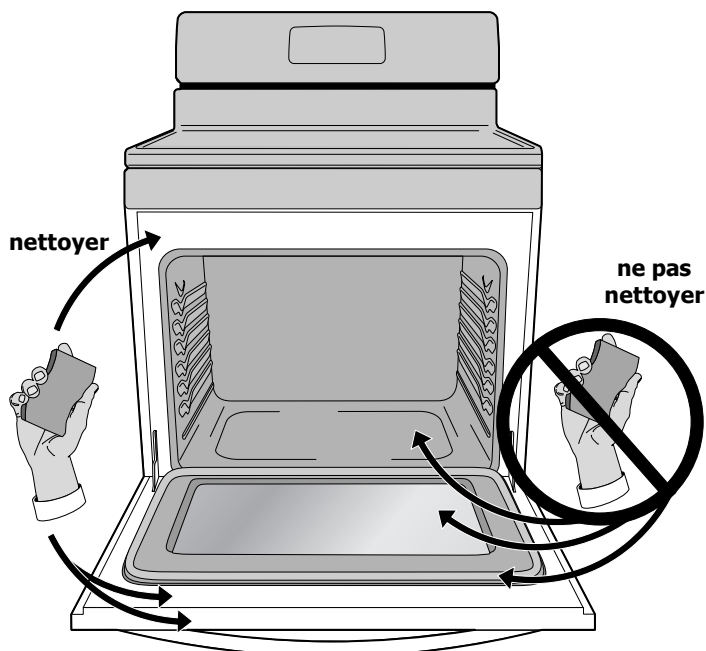

Fig. 1
- Nettoyez toute saleté sur le cadre extérieur de la cuisinière, le revêtement de la porte autour du joint et la petite surface située au centre, vers l'avant, sur la sole du four. Nettoyez à l'eau et au savon avant de lancer le programme d'autonettoyage. Ces zones (fig. 1) chauffent suffisamment pour que la saleté y brûle.
- **Ne nettoyez pas le joint de la porte** (fig. 1). N'utilisez aucun produit de nettoyage sur le joint de la porte. Cela pourrait endommager le joint de la porte. Ce joint tissé est essentiel à la bonne étanchéité du four. Prenez soin de ne pas frotter, endommager ni retirer le joint.